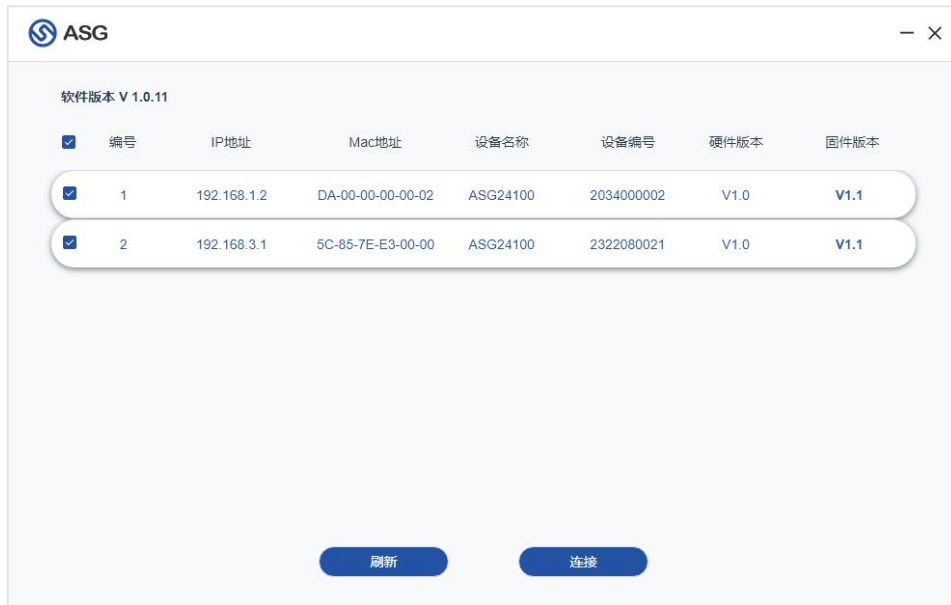

图 3.2.2 ASG24100 操作软件连接模块
2、选中需要连接的设备,点击连接,连接成功会跳转设备控制页面。这里我通过路由器将两台 ASG24100 与主机连接，所以在设备列表会显示两条设备信息，如图 3.2.2 所示。